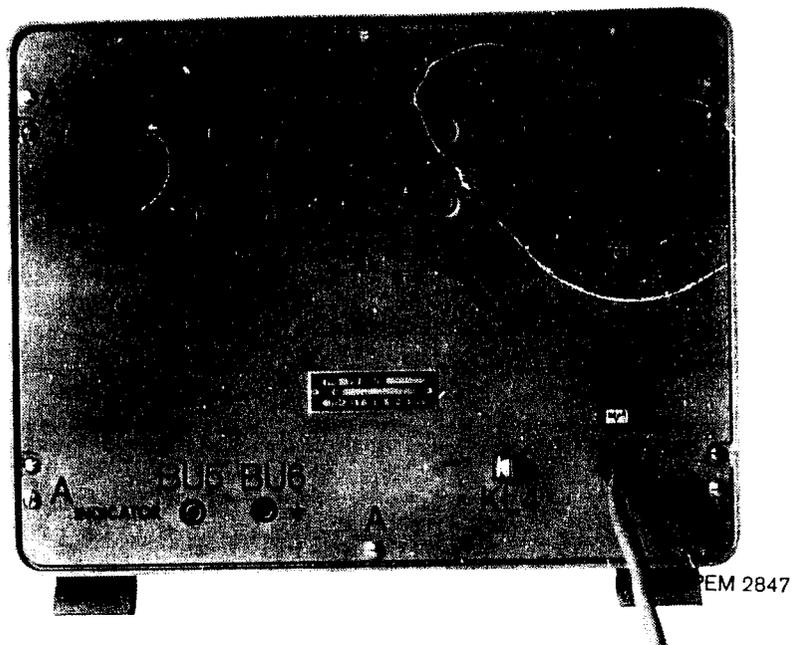

Abb. 1. Rückansicht
2. Sollte die an dem Gerät eingestellte Spannung — zu ersehen in dem auf der Rückseite befindlichen runden Fenster C (Abb. 1) — nicht mit der örtlichen Netzspannung übereinstimmen, so wird nach dem Lösen der Befestigungsschrauben A die Rückwand abgenommen, der runde Spannungswähler herausgezogen, gedreht, bis die gewünschte Spannung oben steht und wieder hineingedrückt.
3. Bei einer Netzspannung von 110 – 145 V muss die 0,16-A-Sicherung, T nach CEE-Norm, durch die mitgelieferte 0,315-A-Sicherung, T nach CEE-Norm, ersetzt werden (VL 1, Abb. 1).
„INDICATOR” (Abb. 1)
(Abb. 1) |